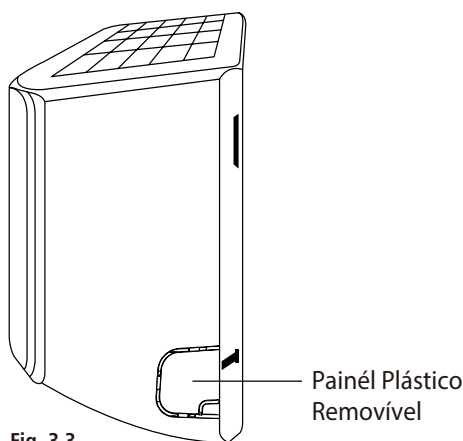

Fig. 3.3
2. Se o furo na parede estiver atrás da unidade, mantenha painél amovível no sítio. Se o furo na parede estiver na lateral da unidade interior, retire o painél plástico amovível da lateral da unidade. (ver Fig. 3.3). Assim irá deixar uma abertura que permite ligar a tubagem à saída da unidade. Use um alicate para remover este painél plástico, é difícil de remover apenas com o uso das mãos.